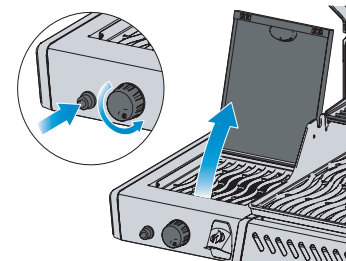

Fig. 3
4. Jeśli palnik nie zapala się - przekręć pokrętko palnika zgodnie z ruchem wskazówek zegara do pozycji OFF. Poczekaj 5 minut. Powtórz kroki 2 i 3. (Rys. 3)
3. Jednocześnie obracać odpowiednim pokrętkiem palnika do góry. (Rys. 3)